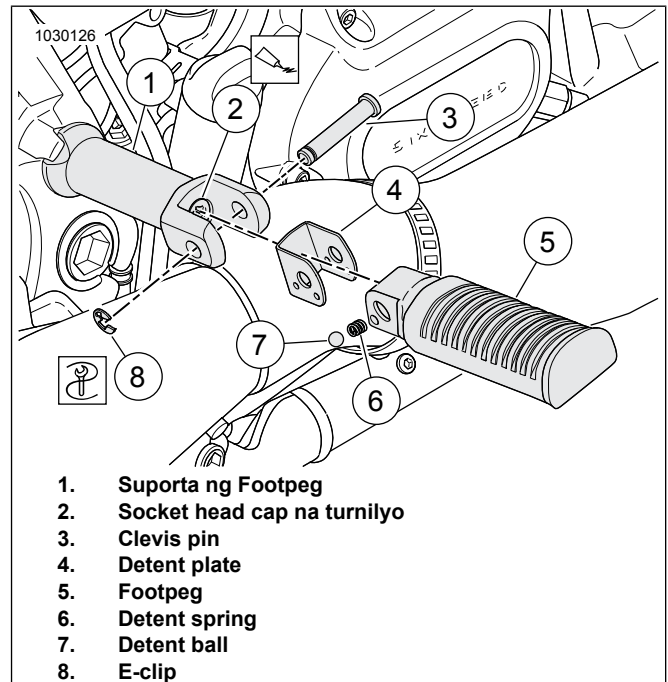

Figure 1. Softail Passenger Footpeg
1. Tingnan Figure 1 Tanggalin ang e-clip (8) at clevis pin (3) mula sa suporta ng footpeg (1). Tanggalin ang footpeg (5), at itabi para sa paggamit mamaya.
2. Tanggalin ang detent plate (4), detent spring (6), at detent ball (7) mula sa suporta ng footpeg.
3. Tanggalin ang socket head cap na turnilyo (2) at suporta ng footpeg (1) mula sa sasakyan.
Sanggunian Figure 1 para sa pagkakabit ng bagong mga bahagi ng footpeg sa sasakyan.